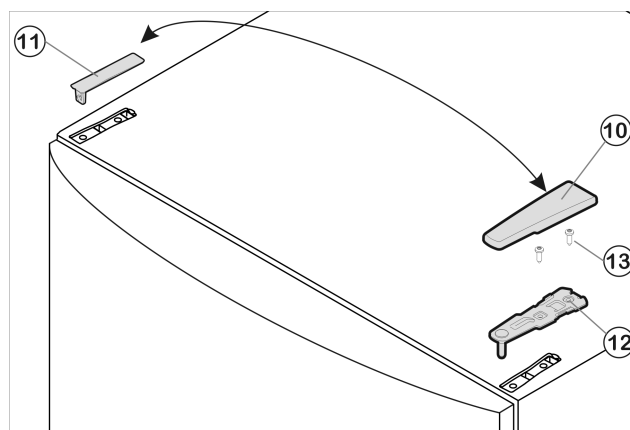

Fig. 6
- Trækafdækningen Fig. 6 (10) fremad og tagafdækningen Fig. 6 (11) af.
- Skruøverste lejekonsol Fig. 6 (12) af (2 gange Torx 25) Fig. 6 (13) og træk den af opad.
- ▶ Sæt øverste lejekonsol Fig. 6 (12) i døren på den nye hængselside.
- ▶ Skru øverste lejekonsol Fig. 6 (12) fast (2 gange Torx 25) Fig. 6 (13). Stik eventuelt skruehullerne i forvejen eller brug en akkuskruetrækker.
- ▶ Sæt afdækning Fig. 6 (10) og afdækning Fig. 6 (11) i på den modsatte side, så de går i hak.